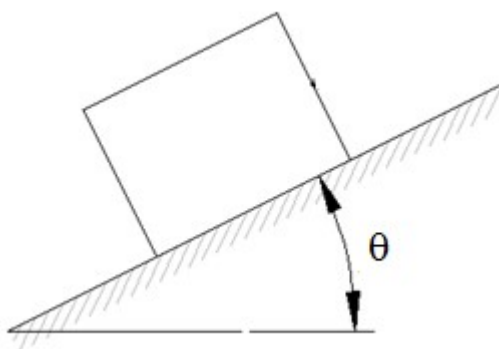

Figura No. 5
7. Con dos cuerpos que tenga en casa, por ejemplo, dos libros, o un bloque de madera y un libro, coloque el más pequeño sobre el más largo. Estando en forma horizontal, vaya inclinando poco a poco el cuerpo que se encuentra abajo hasta que el cuerpo menor se deslice sobre la superficie del cuerpo inferior, tal como lo indica la *Figura No. 5*.